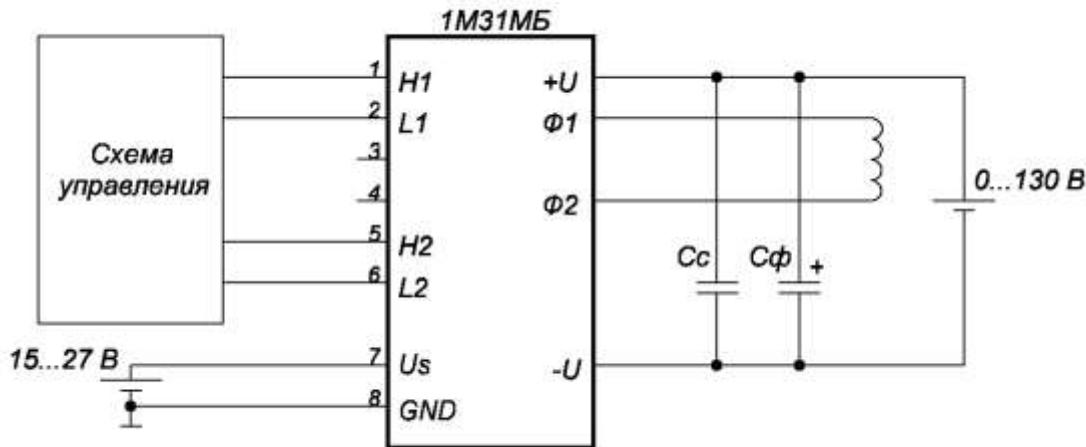

Рисунок 3.1 – Схема включения модуля
3.7 Выводы «+U» и «-U». Выводы подключения силового питания инвертора модуля. Между данными выводами в модуле установлен ограничитель напряжения «VDз» (см. рисунок 3.1) с номинальным пробивным напряжением 150 В. Для корректной работы модуля необходима установка непосредственно на выводы снабберного конденсатора «Cc» типа К73-17 ёмкостью 0,22 мкФ или 0,33 мкФ. На расстоянии не более 0,2 м через провод сечением не менее 3 мм² рекомендуется установить конденсатор фильтра «Cf» ёмкостью не менее 470 мкФ.